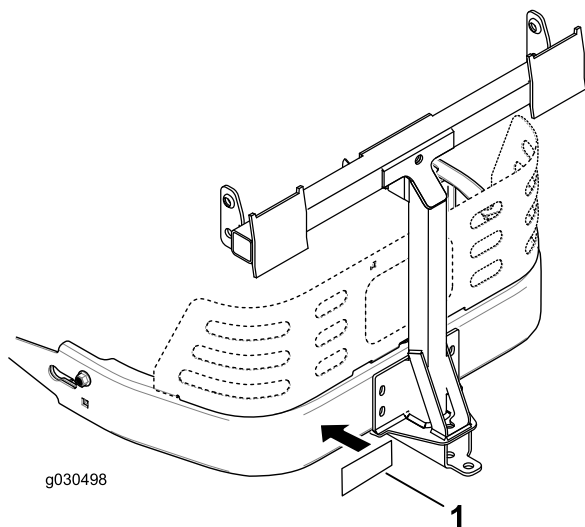

Figura 17
3. Aplicai autocolantul barei de traciune la 1,3 cm în stânga suportului de ataare (Figura 17)